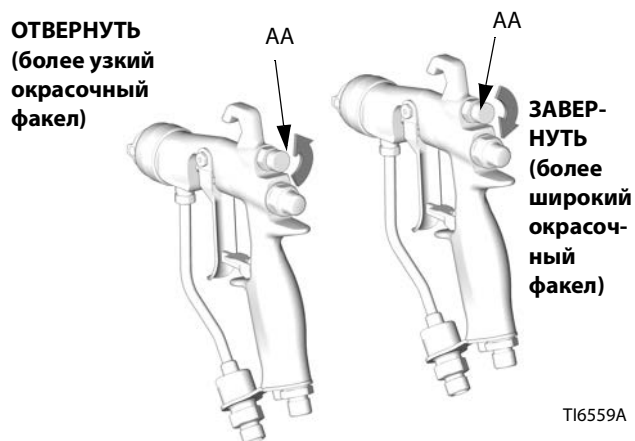

Рис. 5. Ручка регулировки подачи воздуха для факела
- См. Рис. 5. Перекройте подачу воздуха на распыление, повернув круглую ручку (AA) по часовой стрелке (завернув) до упора. Это приведет к формированию наиболее широкого окрасочного факела.
- См. Рис. 5. Для уменьшения ширины факела необходимо повернуть круглую ручку клапана подачи сжатого воздуха (AA) против часовой стрелки (открыть). Если ширина окрасочного факела все еще недостаточна, немного увеличьте давление воздуха, подаваемого в краскораспылитель, или воспользуйтесь соплом другого размера.